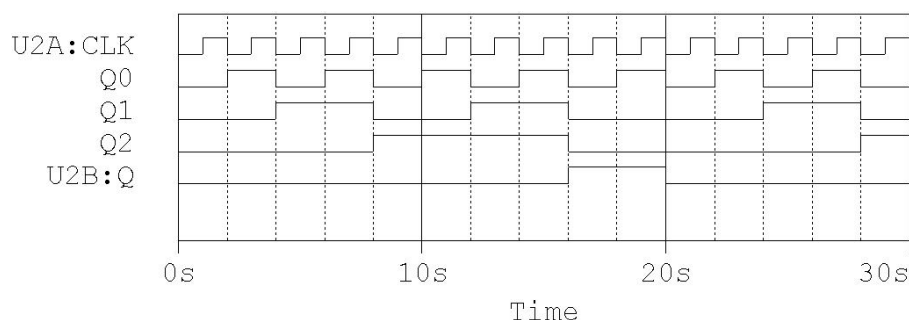

图 1.2 输入计数脉冲与输出 Q 仿真波形图 (初始 Q3Q2Q1Q0=0000)
①将 Q3Q2Q1Q0 初始状态设置为 0000, 在 Probe 程序中显示输入计数脉冲与输出 Q0、Q1、Q2、Q3 的波形, 结果如图 1.2 所示。